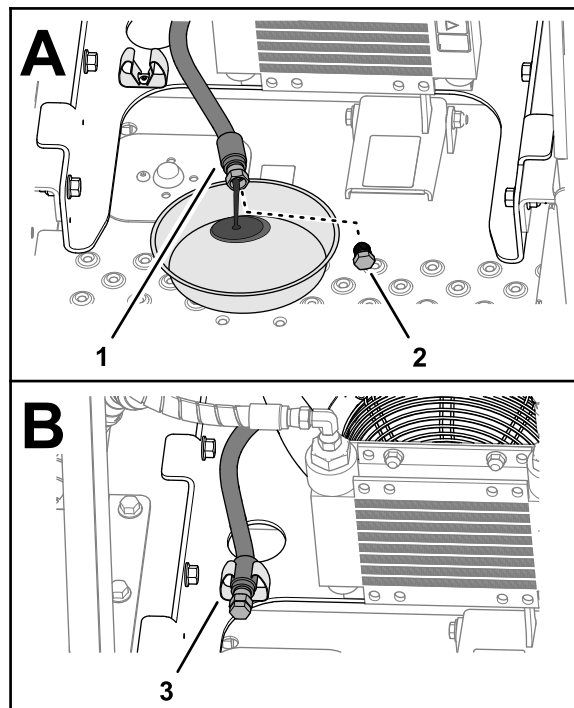

Figure 72
2. Sortez le flexible de vidange d'huile sur le côté gauche de la machine, et enlevez le bouchon du flexible (Figure 72).
3. Remettez le bouchon de vidange dans le flexible et serrez-le (Figure 72).